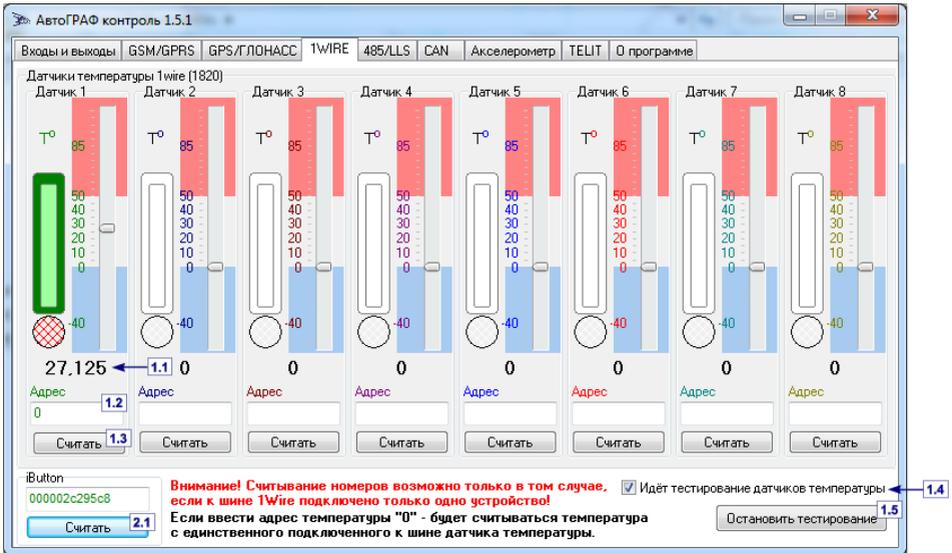

Рис.11 – Тестирование шины 1Wire.
- Подключите 1 датчик к шине и нажмите кнопку **Считать** (рис.11,п.1.3) для того, чтобы запросить адрес Датчика 1 (рис.11,п.1.2).
- После считывания адресов всех подключенных датчиков начните проверку, нажав кнопку **Запустить тестирование/Остановить тестирование** (рис.11,п.1.5). В процессе проверки в строке **Идет тестирование датчиков температуры** (рис.11,п.1.4) установлена галочка.
- Программа с указанных адресов будет считывать значение температуры (рис.11,п.1.1).
- Для завершения проверки нажмите кнопку **Остановить тестирование** (рис.11,п.1.5).
- Запросите идентификатор подключенного устройства, нажав кнопку **Считать** (рис.11,п.2.1).